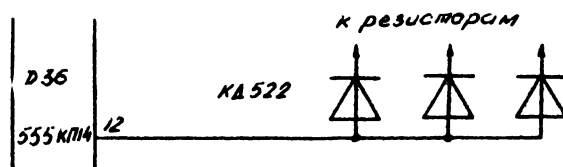

РИС. 8.1.
1. ВЧЕСТО 555КП11 (D36) ИСПОЛЬЗОВАТЬ 555КП14, НО ПРИ ЭТОМ НЕОБХОДИМО "ПЕРЕВЕРНУТЬ" ДИОДЫ И УСТАНОВИТЬ ТАК, КАК ПОКАЗАНО НА РИСУНКЕ РИС. 8.1.: